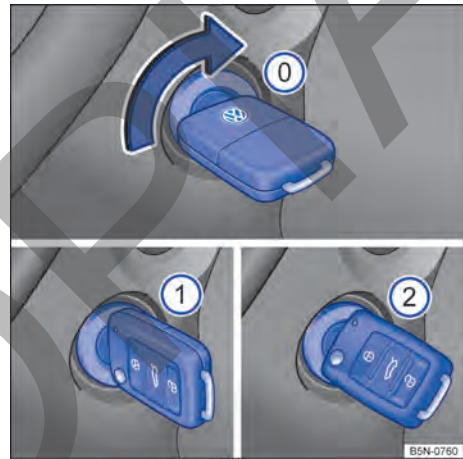

Fig. 79 Al lado del volante de la dirección, a la derecha: posiciones de la llave del vehículo en la cerradura de encendido.
Posiciones de la llave del vehículo → fig. 79
- *Vehículos con arranque en caliente:* girar la llave del vehículo a la posición → fig. 79 ①. El encendido está conectado. En ese momento la luz de control del sistema de arranque en caliente  se encenderá en el instrumento combinado. Esperar a que la luz de control  se apague indicando el final del calentamiento del combustible (esta acción puede ser necesaria en condiciones de arranque con el motor frío).
- *Vehículos sin arranque en caliente:* girar la llave del vehículo a la posición → fig. 79 ①. El encendido está conectado.
- Girar la llave del vehículo en el cilindro del encendido hacia la posición → fig. 79 ② – no acelerar. Cuando el motor comience a funcionar, soltar la llave del vehículo en la cerradura de encendido.
- *Vehículos con arranque en caliente:* girar la llave del vehículo en el cilindro del encendido hasta la posición → fig. 79 ② para poner en marcha el motor – sin acelerar. En caso de que no se respete la etapa 5, la luz de control  parpadeará indicando la necesidad de interrumpir el procedimiento de arranque y repetirlo después de volver la llave a la posición → fig. 79 ① y esperar aproximadamente 10 segundos.
- *Vehículos sin arranque en caliente:* girar la llave del vehículo en el cilindro del encendido hasta la posición → fig. 79 ② para poner en marcha el motor – sin acelerar.
- Gire la llave del vehículo en la cerradura de encendido a la posición → fig. 79 .